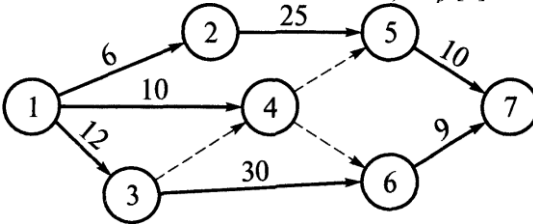

Рис. 5.1. Сетевой график (к задаче № 1)
1. Рассчитайте сетевой график, показанный на рис. 5.1 (найдите ранние и поздние сроки событий, критический путь и резервы времени работ) [3].